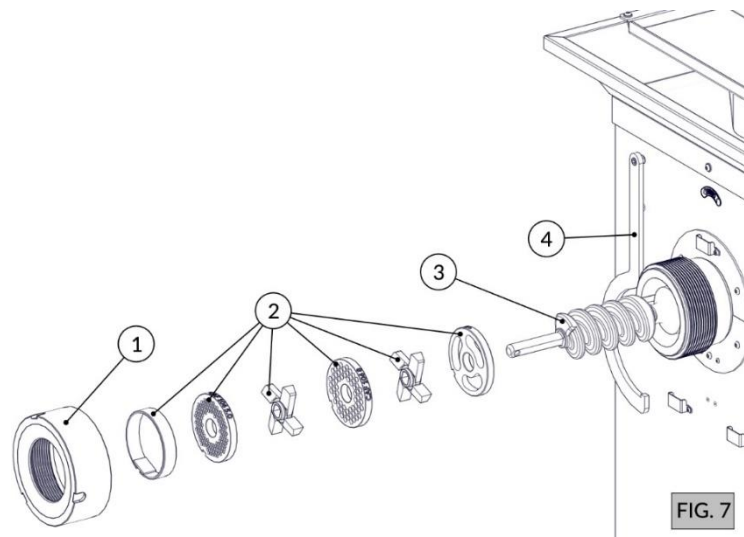

FIG. 7
2. Solte o volante (Item 1 - FIG. 7) utilizando a chave do volante (Item 4 - FIG. 7);
3. Retire todo o conjunto interno do bocal (Item 2 - FIG. 7) conforme o tipo de moagem;
4. Retire o caracol (Item 3 - FIG. 7);